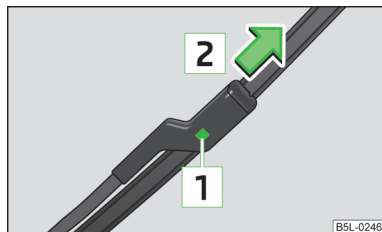

Fig. 51
- Presione el seguro [1] » fig. 51 y desmonte la escobilla en el sentido de la flecha [2].